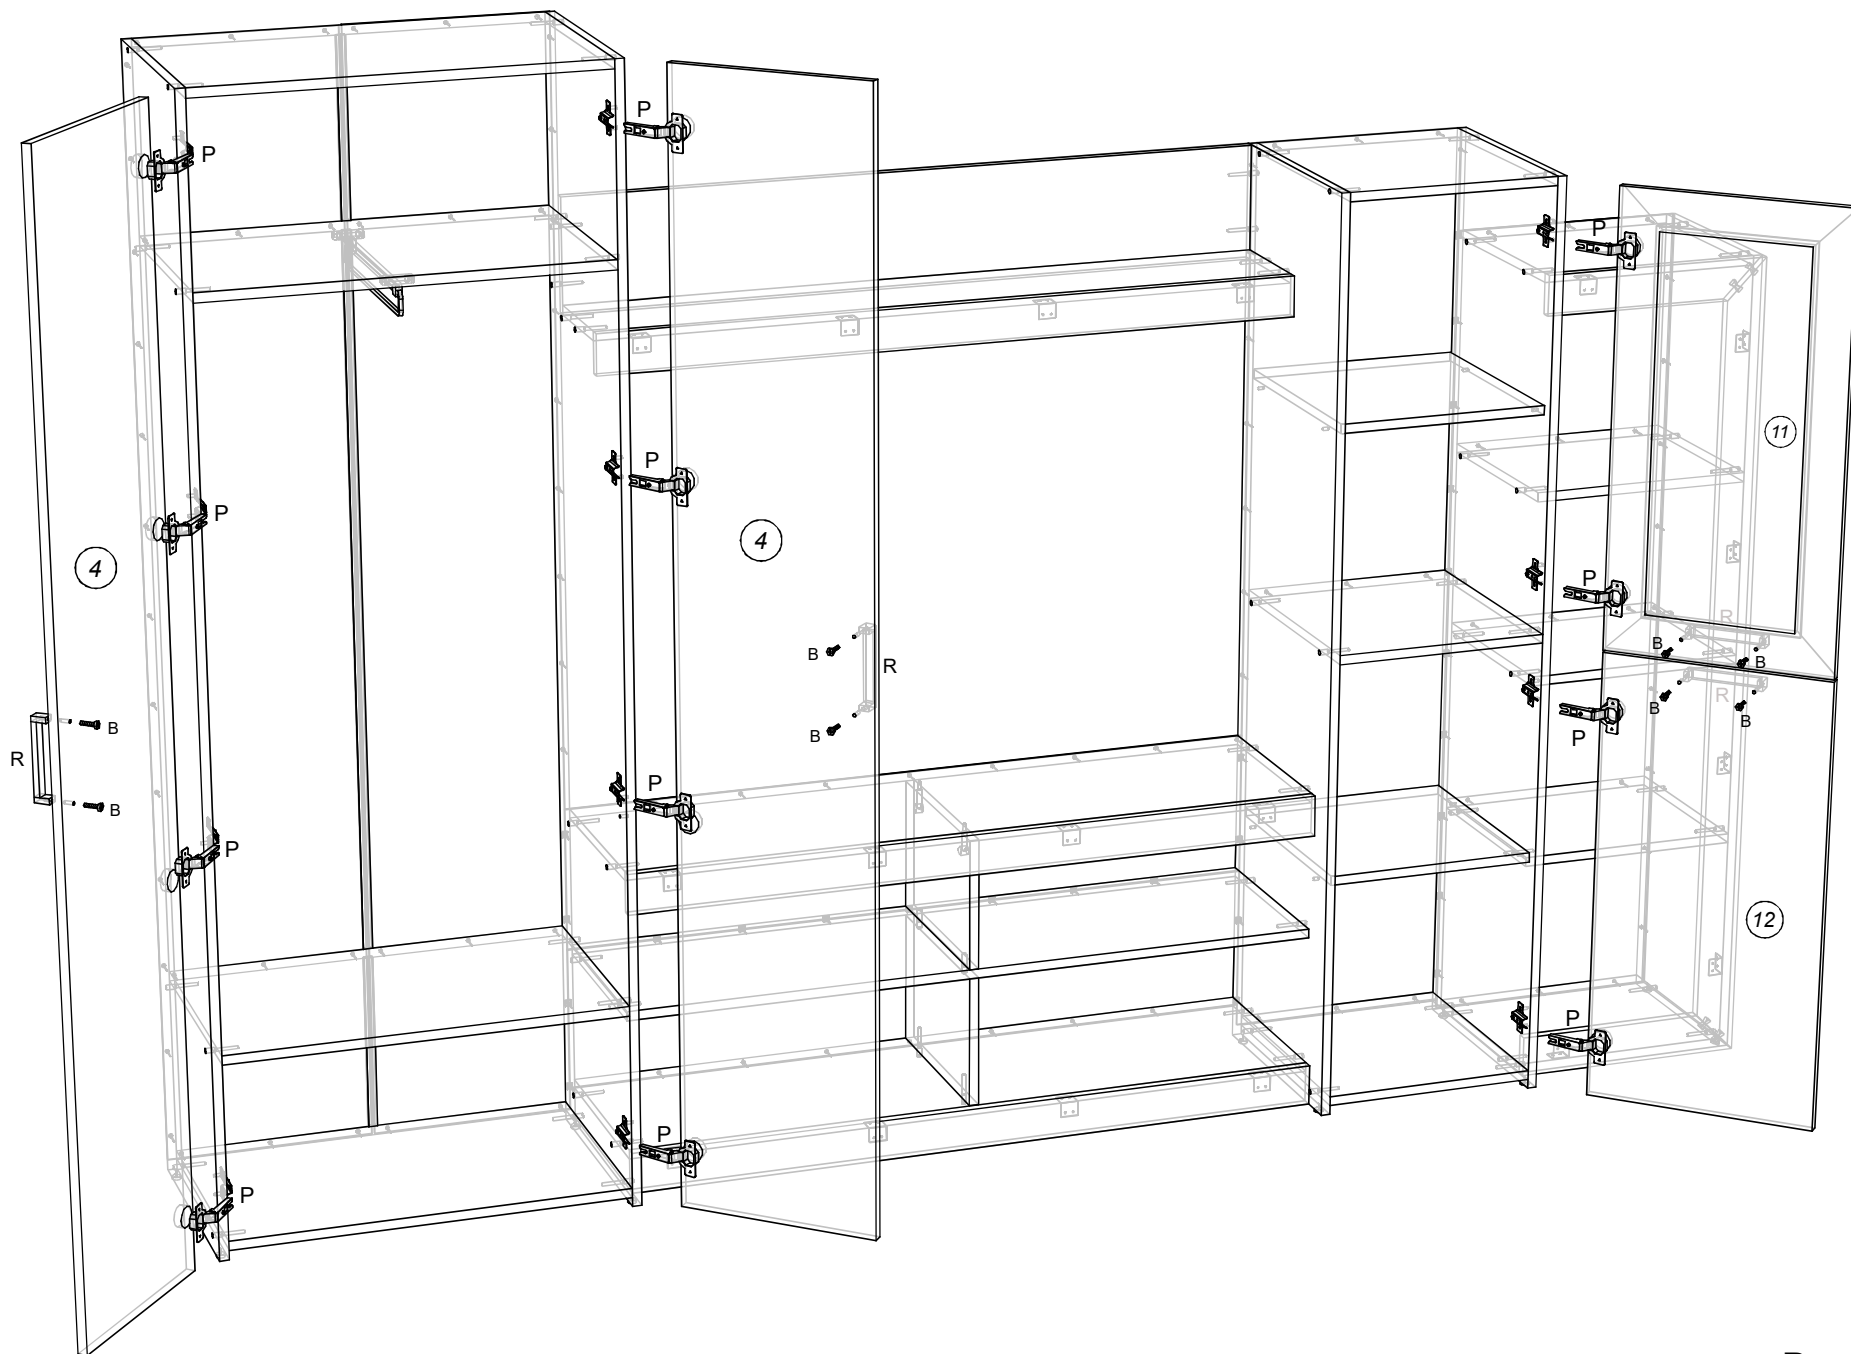

Рис. 3
11. Установить фасады на собранную конструкцию, вставив петли в ответные планки и закрепив их крепежными винтами(Рис. 3).